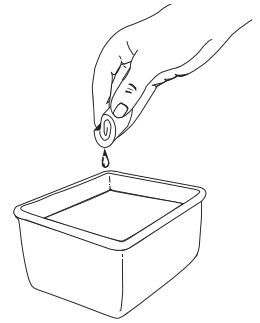

Fig. 32
3. Lave el filtro con agua y detergente (Fig. 32). Enjuague bien el filtro y déjelo secar.